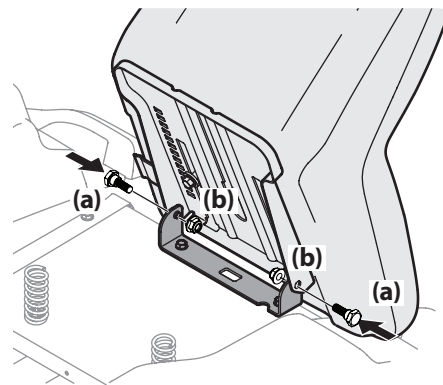

Figure 2-10
- Faites basculer le siège vers l'arrière en position de conduite et fixez-le avec les boulons (a) et les écrous (b) retirés à l'étape précédente. Prenez garde de ne pas coincer ou endommager le faisceau de fils pendant que vous installez le siège. Voir Figure 2-10.